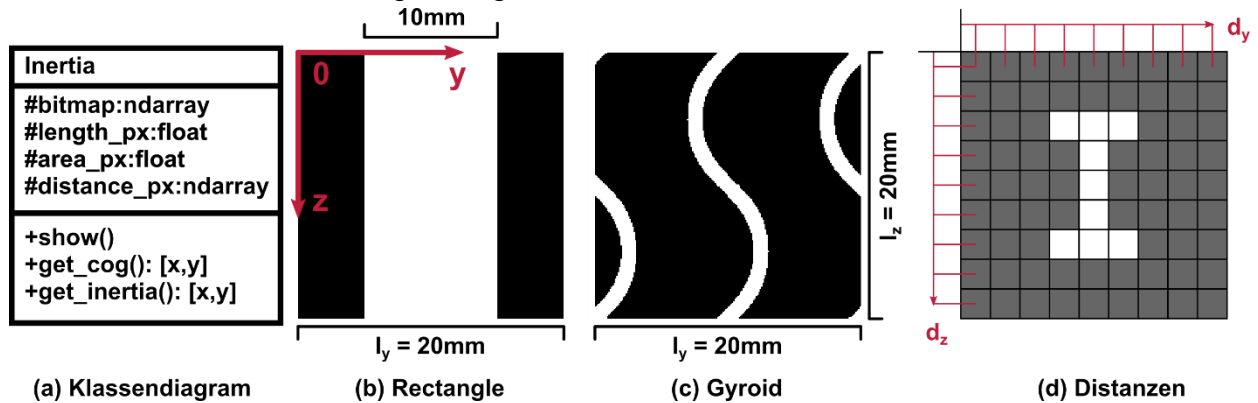

Abbildung 1: (a) Klassendiagramm, (b) Rechteck, (c) Gyroid und (d) Schwerpunktberechnung
*Hinweis: Die Klasse **Inertia** soll ausschließlich für quadratische Bitmaps mit quadratischen Pixeln programmiert werden. Das bedeutet für Abbildung 1 (b) und (c) $l_y = l_z$ und für Abbildung 3 (d) $d_y = d_z$. Das Flächenträgheitsmoment I_y bestimmt sich aus der Summe der Flächenträgheitsmomente der einzelnen Pixel I_{yi} und der Steineranteile $z_i^2 \cdot A_i$. Dabei ist z_i der z-Abstand eines Pixels zum Schwerpunkt. Der Schwerpunkt ist mit $(y_{cog} = 10, z_{cog} = 10)$ gegeben.*